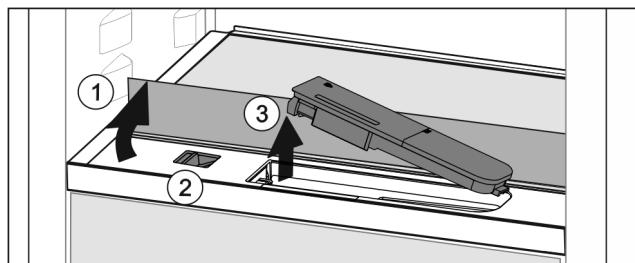

Fig. 150
- Повдигнете стъклената плоча и я завъртете до ограничителя назад Fig. 150 (1).
- Преместете пъзгача Fig. 150 (2) наляво.
- Извадете резервоара за вода Fig. 150 (3).